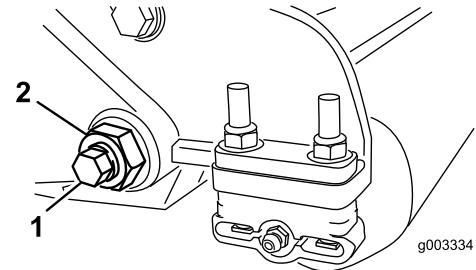
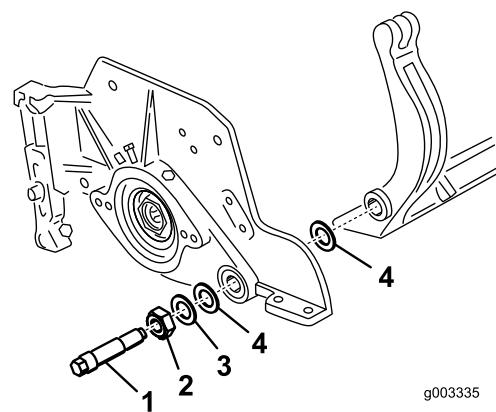

図 30
図 31
3. ベッドバー bolt 図 30を固定しているロックナット機体両側をゆるめる。
4. 各ベッドバー bolt を抜いて、ベッドバーを下に引き抜いて外す図 30。ベッドバーの両端にそれぞれナイロンワッシャ2枚とスチールワッシャが1枚ずつあるので注意する図 31。
4. その外側からスチール製ワッシャを取り付ける図 31。